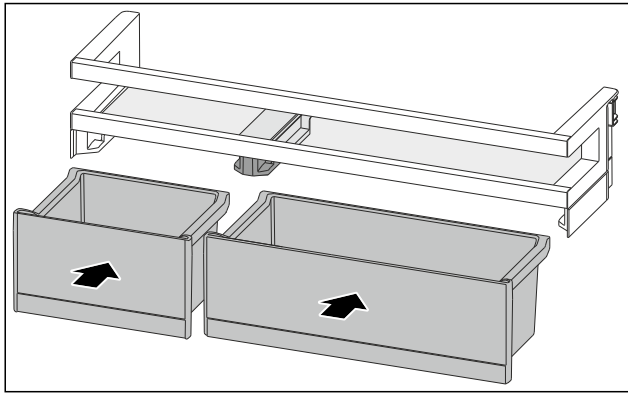

Fig. 128
- ▶ Helyezze be a VarioBoxokat a megcserélt sorrendben. (lásd Fig. 128)